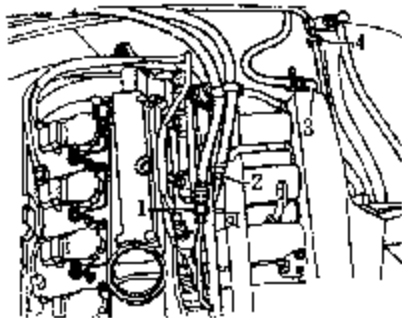

图 4-9 拆卸 ACF 阀真空软管
(10) 如图 4-9 所示，断开供油管及回油管，拉下制动助力器真空软管，拉下 ACF 阀真空管。需要注意的是由于燃油系统处于压力状态，因此打开燃油系统前，在接头处应包上布，然后慢慢拧松接头，释放压力。